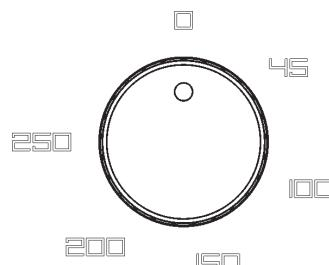

Fig. 1
Un régulateur d'énergie permet d'utiliser l'appareil sur plusieurs positions (voir fig. 1).
Nettoyer la plaque de cuisson lorsque sa température est d'environ 50-60°C car cette température facilite l'élimination des résidus alimentaires. Si la plaque est froide, mettre le bouton du thermostat (7) sur 50-60°C. Si elle est incandescente, attendre que la température redescende. Dans ce cas, afin de connaître la température de la plaque, faire tourner le bouton du thermostat (7) jusqu'à ce que le voyant (9) s'allume et lire la température indiquée (figure 1), puis remettre le bouton du thermostat (7) sur « 0-Off ». À l'aide d'une spatule (ou d'un ustensile de cuisine aux bords arrondis pour éviter de rayer la plaque de cuisson), enlever les résidus alimentaires les plus gros, puis mouiller la plaque avec un peu d'eau et de produit vaisselle et laisser agir quelques minutes pour pouvoir la désincruster.